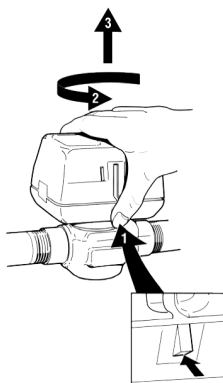

Fig. 4: Removing the actuator
2. You don't need any tool to remove the actuator. The actuator head is automatically latched to the valve. To remove, (Fig. 4) press up on the latch mechanism (1) located directly below the white manual open lever with thumb. Simultaneously press the actuator down towards the body with moderate hand force and turn the actuator counter-clockwise by 1/8 turn (45 degrees). Lift actuator off the valve body.
2. Das Stellglied kann ohne Werkzeuge abgenommen werden. Der Kopf des Stellglieds ist automatisch am Ventil eingeklinkt. Zur Entfernung (Abb. 4) muss der Befestigungsmechanismus (1) mit dem Daumen nach oben gedrückt werden. Der entsprechende Hebel befindet sich direkt unterhalb des Hebels zur Handöffnung. Gleichzeitig muss das Stellglied mit moderater Kraft nach unten auf den Ventilkörper gedrückt und im entgegengesetzten Uhrzeigersinn um 1/8 gedreht werden (45 Grad). Dann kann das Stellglied vom Ventilkörper abgehoben werden.